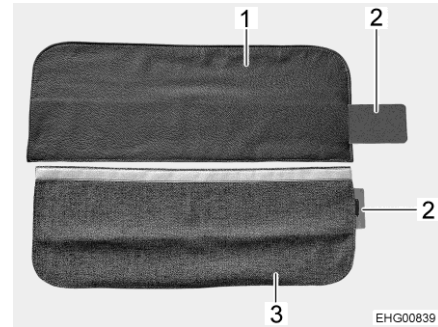

Fig. 86 Rivestimento delle cinture di sicurezza
Il rivestimento delle cinture di sicurezza può essere in pelle (Fig. 86,1) o in tessuto (Fig. 86,3).
- Spingere completamente il rinforzo metallico (Fig. 86,2) nella tasca del rivestimento delle cinture di sicurezza (Fig. 86,1 o Fig. 86,3).